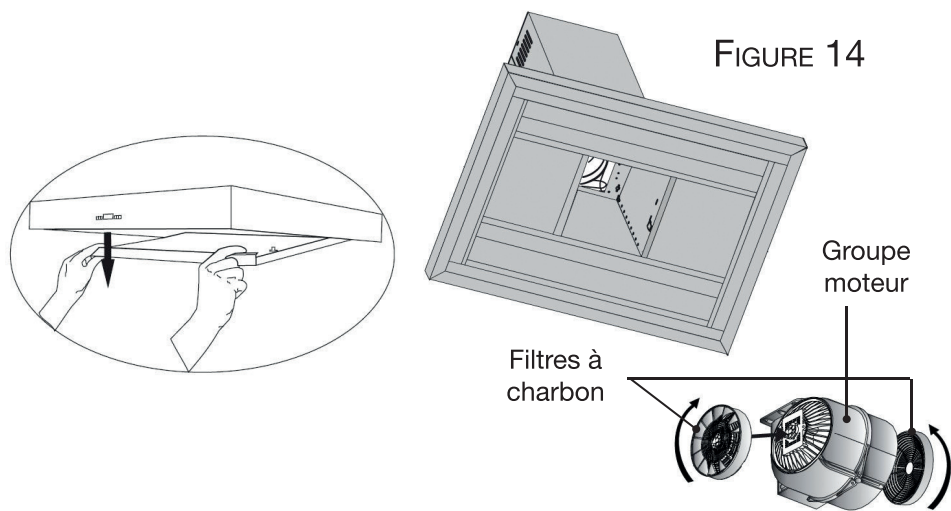

FIGURE 14
2. Positionnez un filtre à charbon de chaque côté du groupe moteur et tournez-le d'1/4 de tour comme indiqué sur la **figure 14** ci-dessous.
Répétez les étapes 1 et 2 ci-dessus puis, pour retirer les filtres, tournez-les dans le sens inverse par rapport au sens indiqué sur la **figure 14**.